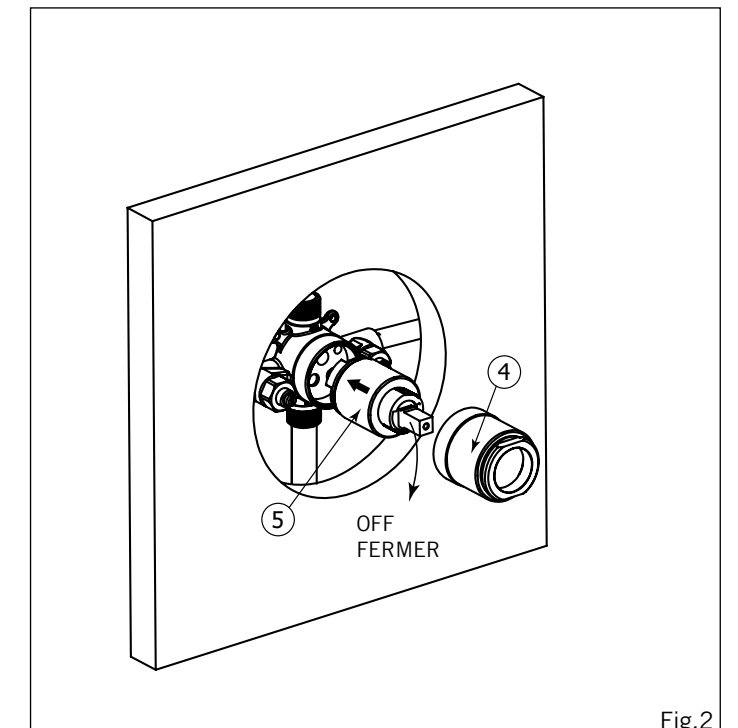

Fig.2
Insert the cartridge (5) into the valve body as shown (Fig.2). Screw the cartridge holder (4) back into place. **DO NOT OVERTIGHTEN.**
Insérer la cartouche (5) dans la valve tel qu'illustré (Voir Fig.2). Revisser le manchon (4) en place. **NE PAS TROP SERRER.**